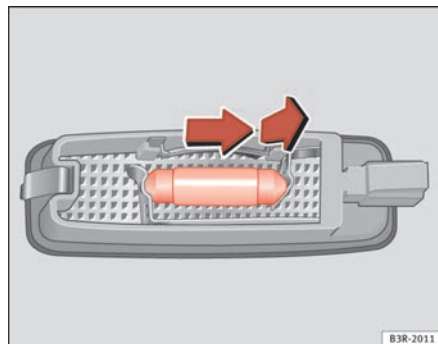

Fig. 224 Smontaggio della luce dell'aletta parasole
- Rimuovere la lampada, movendola verso l'esterno nel senso della freccia ⇒ fig. 224. ■